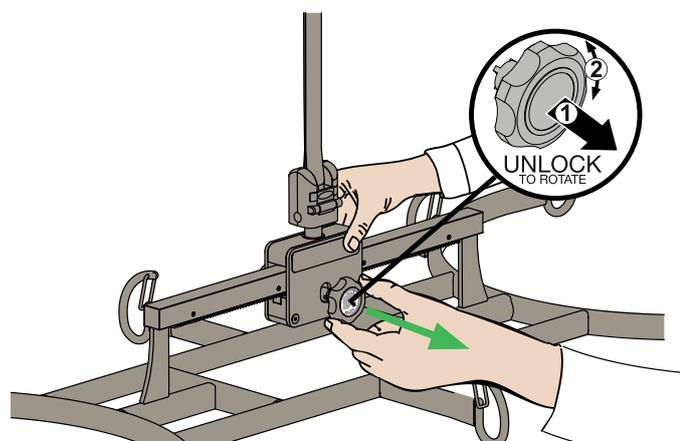

Fig. 16
1. Per regolare la barra di sollevamento, estrarre/premere i pomelli. Vedere fig. 16.